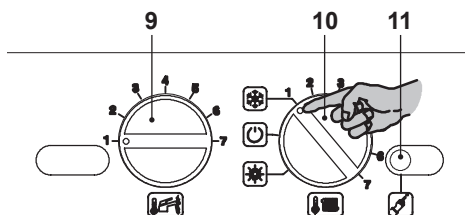
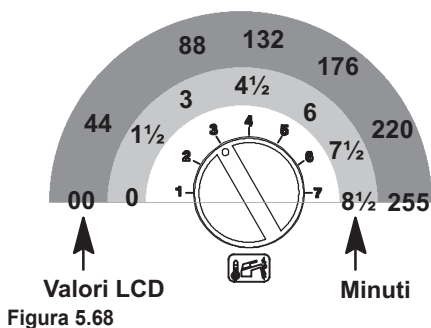

Figura 5.64
Figura 5.68
- Posizionare le manopole 9 e 10 come indicato in Figura 5.64.
- Per settare il tempo di frequenza di riaccensione bisogna entrare in programmazione premendo per 15 secondi il pulsante di ripristino 11, in Figura 5.64 fino alla comparsa del parametro **P01** sul display LCD; sul display LCD compare la seguente visualizzazione (la sequenza **P01** si alterna -- -- --).
- Premere il pulsante di ripristino 11 in Figura 5.64 per lo scorrimento dei vari parametri sino al raggiungimento del parametro **P10** valido per il settaggio della frequenza di riaccensione; sul display LCD compare la seguente visualizzazione (la sequenza **P10** si alterna a **88**).
- Per cambiare il settaggio ruotare la manopola regolazione temperatura sanitari 9 in Figura 5.64 e posizionarla sul tempo pre-scelto Figura 5.68 (nella figura esempio manopola settata per frequenza di riaccensione di 3 minuti).
Il passo del settaggio della manopola 9 Figura 5.68 corrisponde a un valore letto sul display LCD di circa **44** (90 secondi) e questo valore può essere variato fino a circa **255** (8 minuti e mezzo); nell'LCD la sequenza **P10** si alterna con **60**.